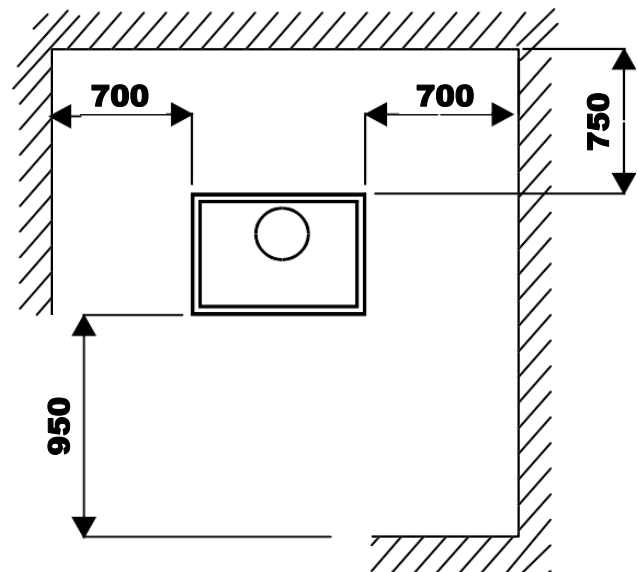

Fig. 3
- Cuando se coloque la estufa, tener en cuenta las distancias de seguridad necesarias, tanto del aparato como de la chimenea, de las superficies combustibles (paredes de madera o empapeladas, suelo de madera, etc.). Estas mismas distancias deberán ser respetadas cuando el recubrimiento de las paredes o zonas próximas sea susceptible de deterioro o deformación por efecto de temperatura (Barnices, pinturas, P.V.C.. etc.). **Fig. 3**